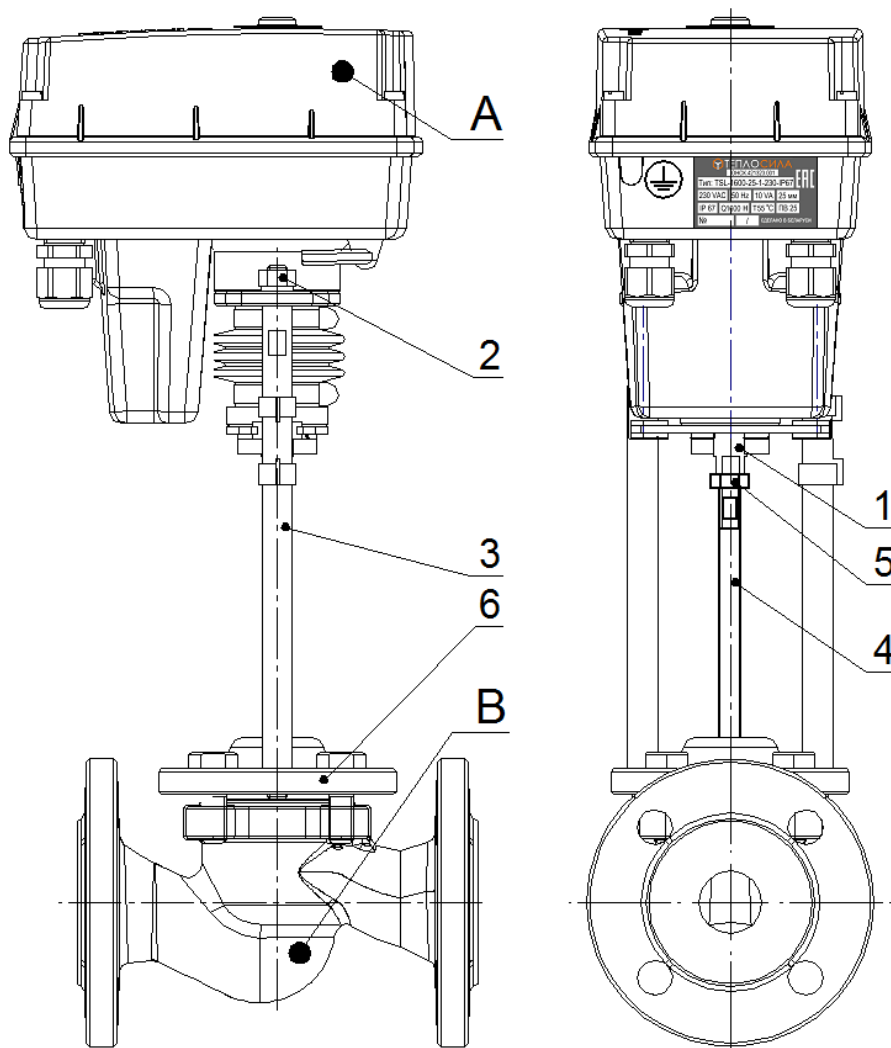

Рисунок 2. Механическое присоединение в столбчатом исполнении
3.1.1 Механическое присоединение в столбиковом исполнении (см. рисунок 2).